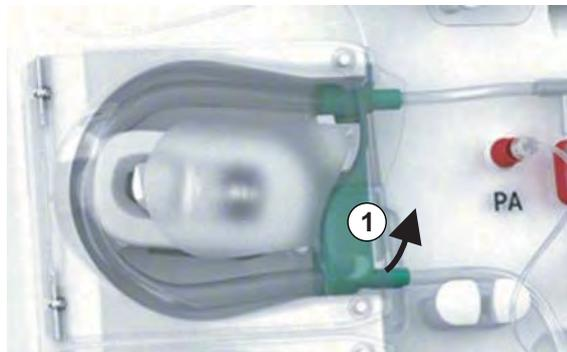

Abb. 7-1 Entnahme der Blutschläuche
Beim Entnehmen der Blutschläuche aus den Pumpen zuerst den unteren Teil des Multikonnectors (Abb. 7-1 , ①) leicht vom Blutpumpenboden abheben (Pfeilrichtung), während der Deckel der Blutpumpe geschlossen ist. Wenn der Blutschlauch aus dem Rollenläufer ausgefädelt ist, den Deckel der Blutpumpe öffnen und den Blutschlauch entnehmen.